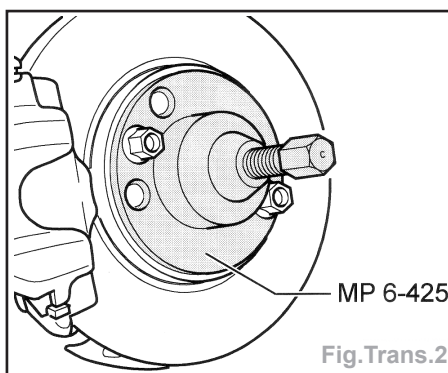

Fig.Trans.2
- Démanteler l'arbre à cardan avec un extracteur (Fig.Trans.2).